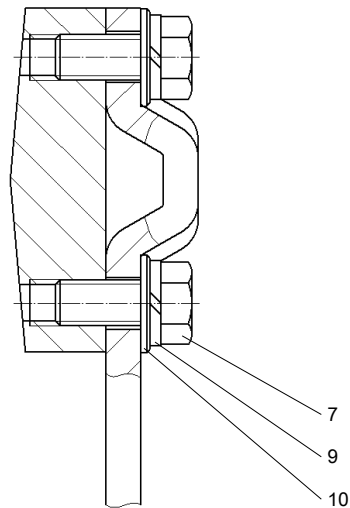

图 17: 带平面的执行机构上定位器的安装
- 图 17：带平面的执行机构：四颗六角螺丝（7）及垫圈（10）和弹簧环（9）。